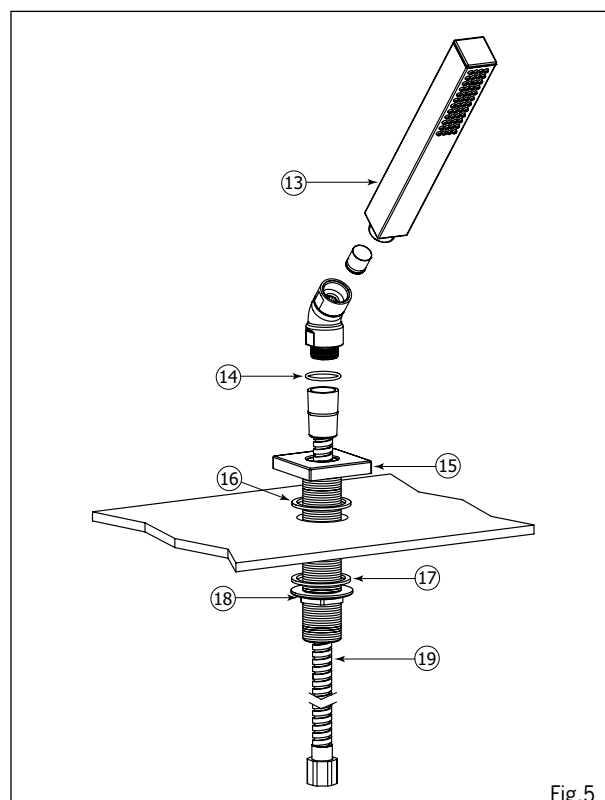

Fig.5
Insert the one-piece base (decorative flange, threaded rod (15) and o-ring (16)) into the deckmount hole. Secure with supplied tie-down kit (17 and 18) (see Fig.5). Insert the chrome hose (19) into the base hole (smaller 3/8 hex nut end). Then connect the other end of the hose (including washer (14)) to the handshower (13). Tighten firmly.
Insérer la base de douche (rosace décorative et tige filetée (15)) dans le trou de la surface en incluant la rondelle (16). Ensuite fixer la base avec l'écrou (18) et la rondelle en caoutchouc (17) (voir Fig.5). Insérer le raccord HEX 3/8" (le raccord plus petit) du boyau en chrome (19) dans le trou de la base. Ensuite, raccorder l'autre bout du boyau (incluant la rondelle en caoutchouc (14)) à la douche (13). Bien serrer.